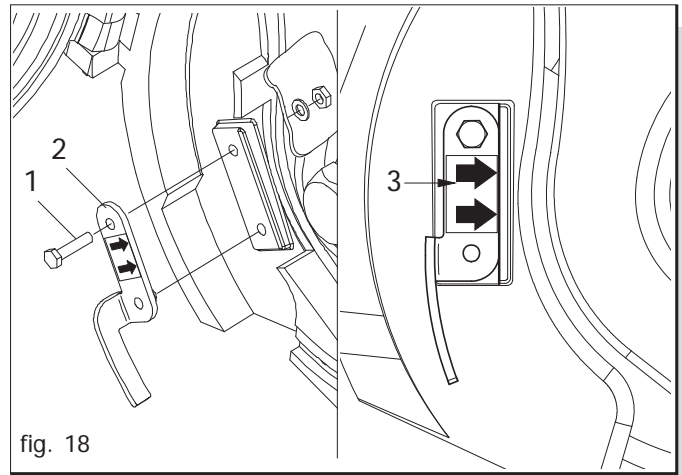

fig. 18
Svitare la vite (1 Fig. 18) e togliere l'espulsore (2).
Posizionare l'espulsore seme (2 Fig. 18) come indicato. Tenendolo premuto contro il bordo ricavato nell'apposita sede (3 Fig. 18), bloccarlo con la vite (1) in dotazione. La vite va montata nel solo verso indicato in figura. Non interporre alcun tipo di spessore tra l'espulsore e la propria sede. Verificare che l'espulsore seme sia aderente al disco di semina e che non interferisca con esso. Sostituire l'espulsore seme quando vi siano evidenti segni di usura e quando il disco risulti danneggiato o deformato.